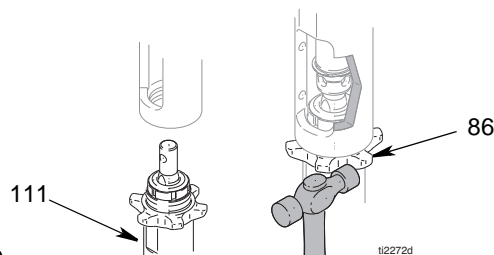

FIG. 9
5. (Fig. 9). Løsn kontramøtrikken (86). Skru pumpen (111) af.